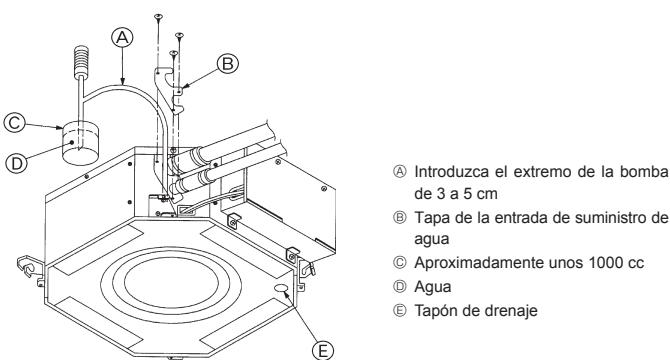

Fig. 6-3
- Cuando siga los pasos ② a ⑦, oriente el mando a distancia hacia el receptor de la unidad interior.
6.3. Comprobación del drenaje (Fig. 6-3)